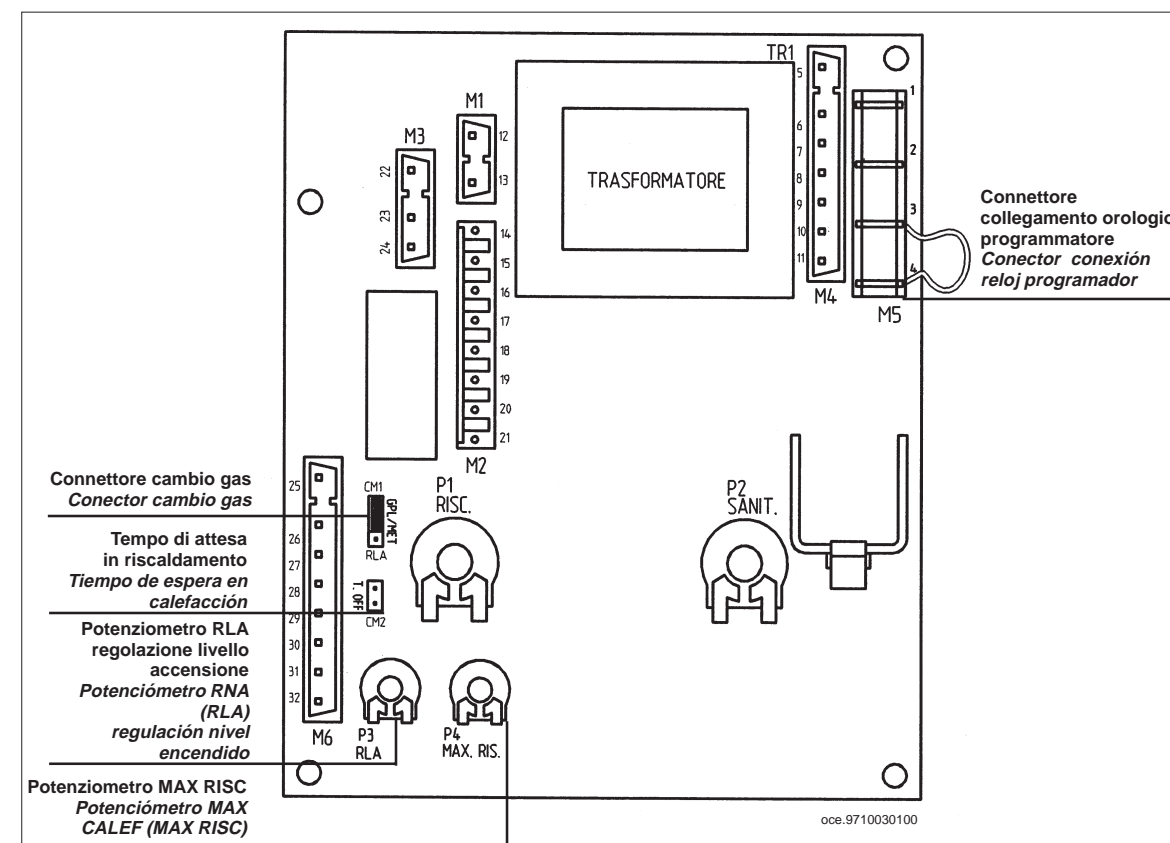

Figura 5
- collegare il motore del programmatore al connettore della scheda elettronica principale (morsetti 1 e 2 di figura 5);
- conectar el motor del programador al conector de la tarjeta electrónica principal (bornes 1 y 2 de figura 5);